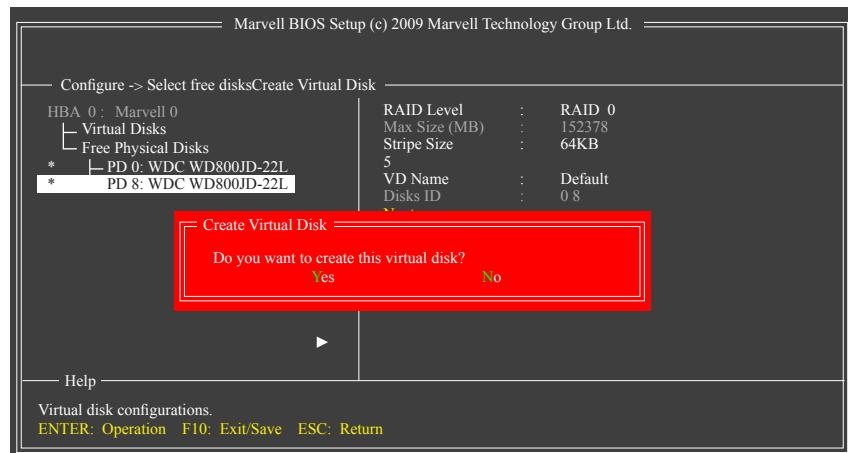

図5
6. 次へ: 上の設定を完了した後、[次へ]に移動して<Enter>を押しアレイの作成を開始します。ボリュームの作成を確認するように求めるメッセージが表示されたら、<Y>を押して確認するか<N>を押してキャンセルします(図5)。